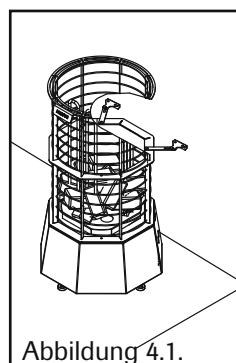

Abbildung 4.1.
- Der Ofen wird mit zwei Befestigungselementen an der Wand oder den Saunabänken angebracht, wie in Abbildung 4.1 und 4.2 dargestellt.